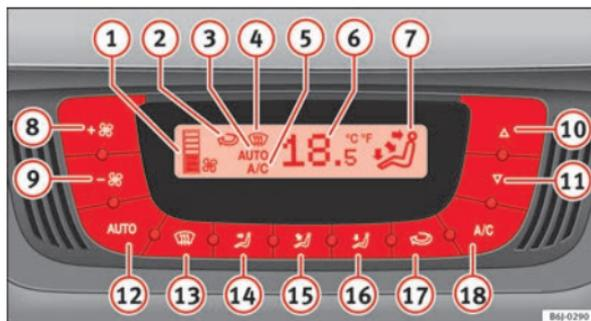

Fig. 107 Comandos do Climatronic no painel de instrumentos
- Pressionar os botões 10 e 11 ⇒ Fig. 107 para ajustar a temperatura.
- Pressionar o botão **AUTO**. Visualiza-se a indicação ⇒ Fig. 107 **3**.
- Pressionar os botões **10** e **11** ⇒ Fig. 107 para ajustar a temperatura pretendida no habitáculo. Recomenda-se regular uma temperatura de +22 °C (+72 °F).
- Pressione um dos botões ⇒ Fig. 107 **14** a **16** ou pressione o regulador do ventilador **8** e **9**. Apaga-se a indicação **3**.
O ventilador pode ser regulado através dos botões **8** e **9** ⇒ Fig. 107. Se o ventilador estiver desligado (no ecrã não está indicado qualquer nível **1**) e se, após um segundo, continuar a pressionar o botão **9**, o Climatronic desliga-se.
- Pressione o botão , para ligar e desligar a recirculação de ar. Está ligada se aparecer o símbolo  → Fig. 107 no ecrã.